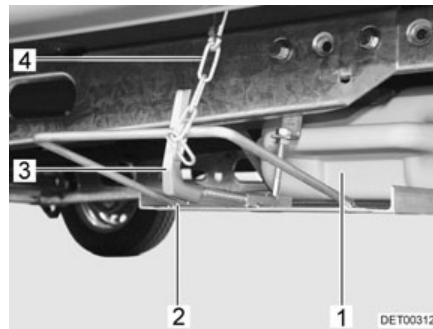

Fig. 162 Depósito de aguas residuales en el soporte debajo del vehículo
- Soltar la cadena de seguridad (Fig. 162,4).
- Pulsar hacia adentro el tirador giratorio (Fig. 162,3), y girar un cuarto de vuelta en sentido de las agujas del reloj.
- Girar hacia adelante y hacia abajo el depósito de aguas residuales con el soporte (Fig. 162,2).
- Sacar el depósito de aguas residuales (Fig. 162,1).